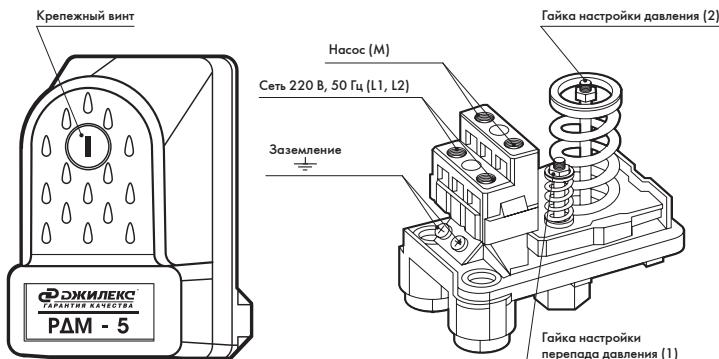

Рисунок 6
- отвинтив крепежный винт (рисунок 6), снимите крышку реле. Верхний и нижний предел давления «РДМ-5» регулируется гайкой (2), фиксирующей положение пружины. Чтобы увеличить значение верхнего и нижнего предела давления, закручивайте гайку по часовой стрелке. Чтобы уменьшить, откручивайте гайку против часовой стрелки.
**ВНИМАНИЕ!** При вращении гайки (2) значения верхнего и нижнего предела будут изменяться на одинаковую величину.